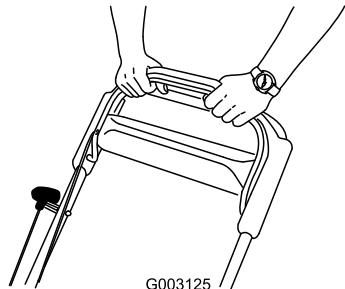

Рисунок 23
- Удерживайте штангу управления ножом прижатой к рукоятке (Рисунок 23).